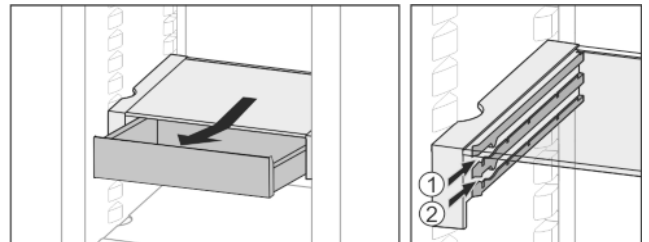

Fig. 20
- Lükake suvalisel kõrgusel Fig. 20 (1) või Fig. 20 (2) sisse.